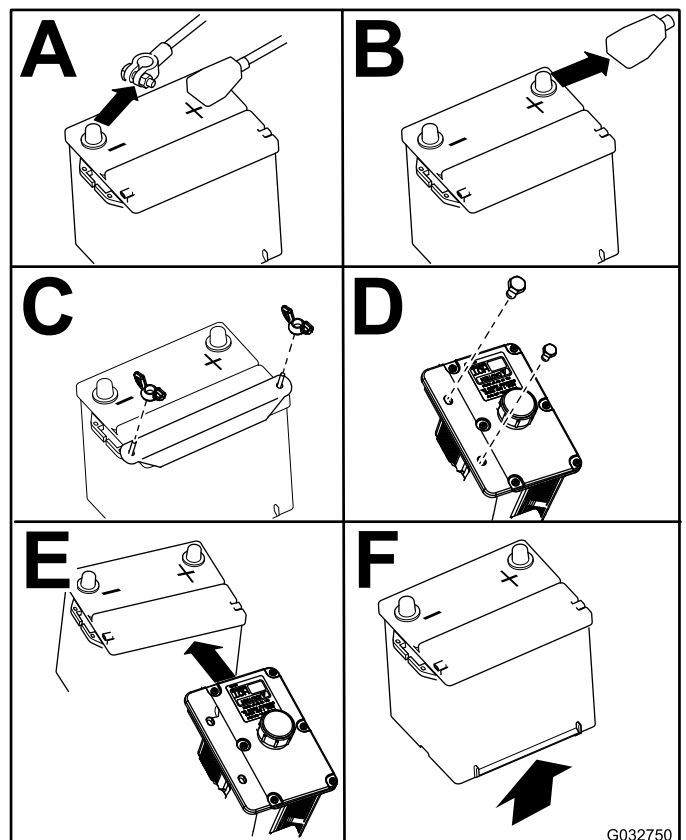

Figura 53
4. Retire la batería según se muestra en Figura 53.